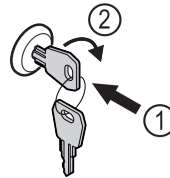

Fig. 151
- ▶ Dugja be a kulcsot Fig. 151 (1).
- ▶ Forgassa el a kulcsot 90°-kal az óramutató járásával megegyező irányba Fig. 151 (2).